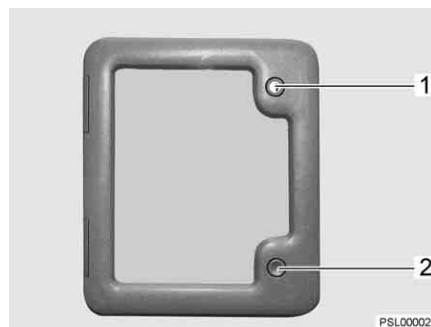

Bild 5 Außenklappe Thetford-Kassette
- Schlüssel in Schließzylinder des Druckschlösses (Bild 5,1) stecken und eine viertel Umdrehung entgegen dem Uhrzeigersinn drehen.
- Beide Druckschlösser (Bild 5,1 und 2) gleichzeitig mit dem Daumen drücken und Außenklappe öffnen.
- Schlüssel in Schließzylinder (Bild 5,1) stecken und eine viertel Umdrehung im Uhrzeigersinn drehen.